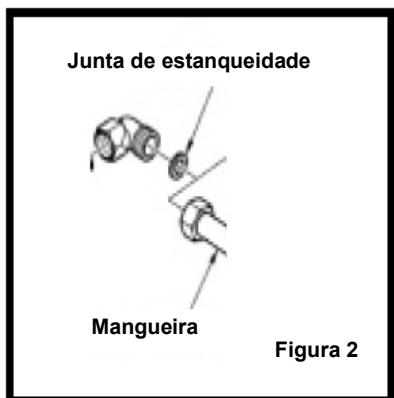

Figura 2
- O recesso para a placa no tampo deve ser como aquele exibido na figura. (Figura 2/Figura 3)
- A distância entre a base da placa e a divisão deve ser de 25 mm no mínimo. (Figura 2)
- A distância entre o topo da placa e o outro aparelho (por exemplo, exaustor) deve ser de 700 mm, no mínimo. (Figura 2)